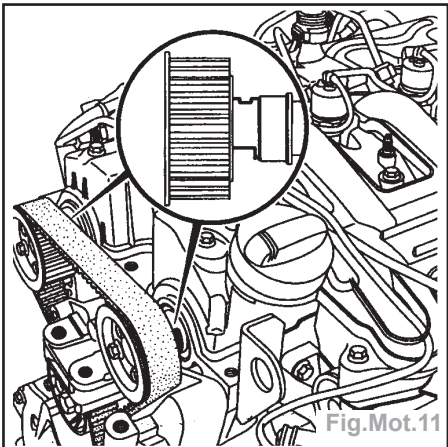
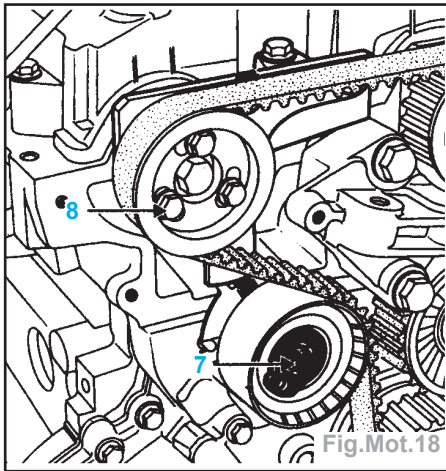

Fig.Mot.11
Fig.Mot.18
- Les rainures des arbres à cames doivent être verticales (Fig.Mot.11).
- Vérifier que les vis (8) ne soient pas en butée au fond des lumières des pignons de distribution des ACT.
- Serrer (Fig.Mot.18) :
- la vis (7) du galet tendeur,
- les vis (8) des pignons de distribution des ACT à 1 daN.m.
- Les rainures des ACT doivent être positionnées verticalement (Fig.Mot.11).